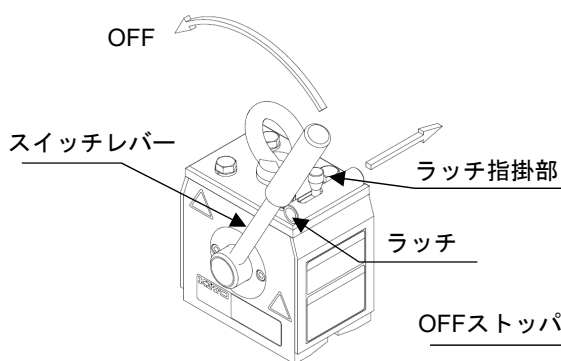

図10-3 KRD8、KRD16
⑨ 完全に接地したことを確認し、ラッチのロックを外します。スイッチレバーを握り、以下の操作を行います。
- ・ KRD8、KRD16・・・ラッチの指掛部に指を掛けてラッチを本体側に押し込む。図10-3